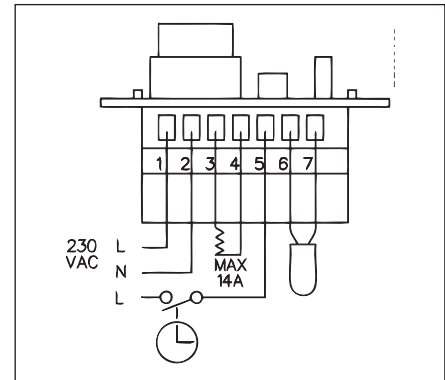

Fig. 3
- Abb. 3 Tabelle mit Fühlerwerten
- Fig. 3 Overzicht van voeler waarden.